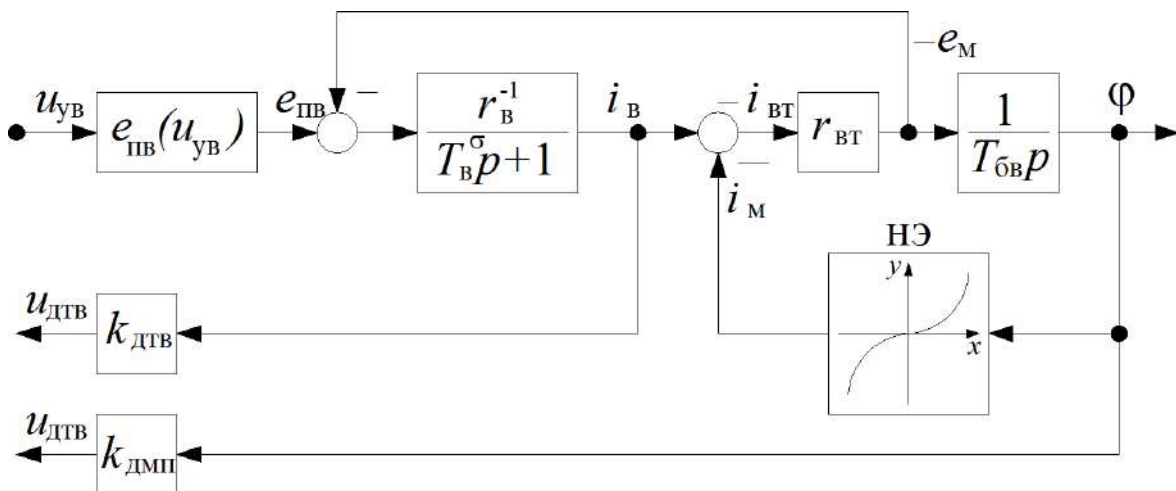

Рис. 8. Математическая модель цепи возбуждения вентильного электропривода постоянного тока
1. Построить математическую модель объекта управления для задач двухзонного управления. Для этого нужно дополнить математическую модель силовой части (рис. 1) математической моделью для цепи возбуждения, которая представлена на рис. 8.
На схеме рис. 8 используются следующие обозначения: